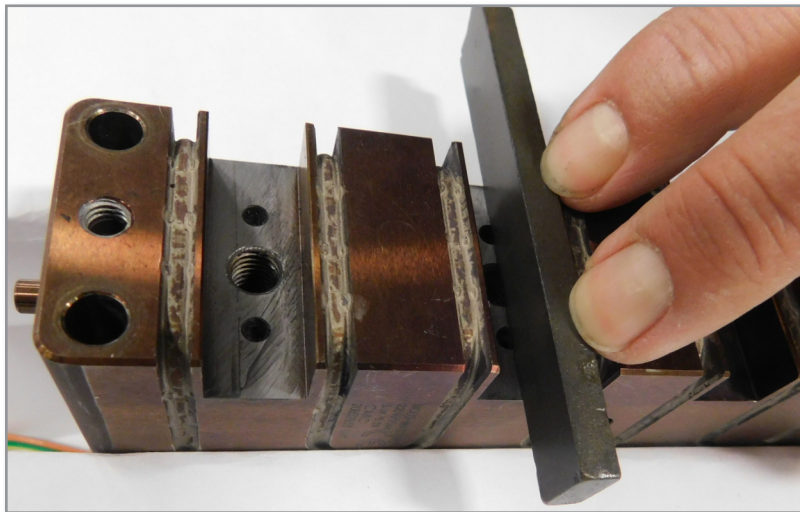

Abbildung 5-86 Verteilerschnittstellen reinigen
2. Reinigen Sie die Verteiler-Schnittstellen mit einem Polierstein mit feiner Körnung (400 oder 600 Körnung). Siehe Abbildung 5-86.
7. Reinigen Sie die vielfältigen Schnittstellen auf Melt-Cube mit einem feinen Polierstein. Siehe Abbildung 5-86 Verteilerschnittstellen reinigen on page 5-138.